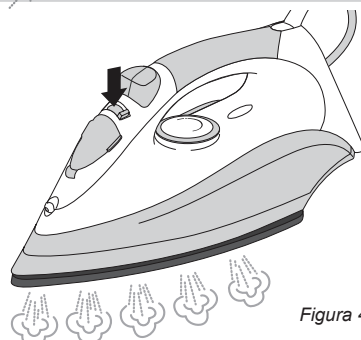

Figura 4
5. Regolare l'intensità di vapore desiderata con l'ausilio dell'apposita manopola (vedere la figura 4).
7. È possibile utilizzare la funzione di scatto a vapore premendo il tasto funzione vapore (6) (vedere la figura 4).